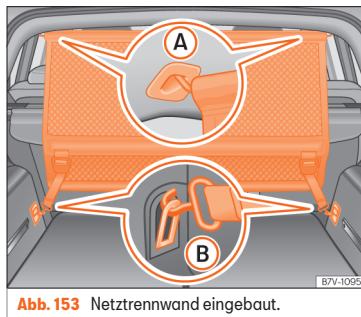

Abb. 153 Netztrennwand eingebaut.
- Netztrennwand in der linken Aufnahme am Dach eingehängen »» **Abb. 153** (A). Darauf ach-
- Netztrennwand in der rechten Aufnahme am Dach durch Zusammendrücken der Querstange eingehängen »» **Abb. 153** (A).
- Beide Haltehaken der Netztrennwand in die vorderen Verzurrsen im Gepäckraum »» **Abb. 153** (B) eingehängen und die Gurte fest spannen.
- Haltehaken der Netztrennwand an den Verzurrsen »» **Abb. 153** (B) aushaken.
- Netztrennwand an der rechten Aufnahme im Dach »» **Abb. 153** (A) durch Zusammendrücken der Querstange aushängen.